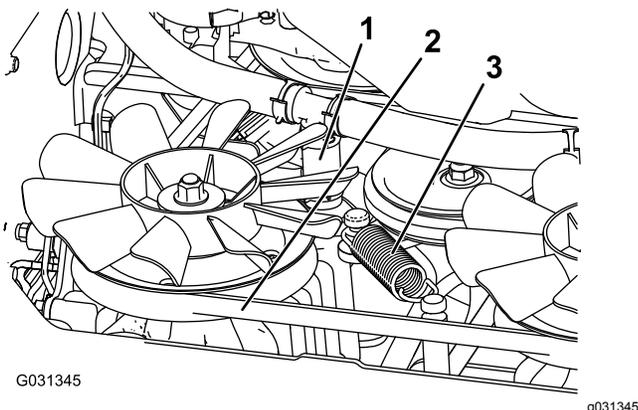

Figura 81
5. Retire o tubo hidráulico inferior (Figura 81).
6. Remova o mola de tensão (Figura 81).
7. Retire a correia da transmissão da embraiagem e da paragem da embraiagem (Figura 81).